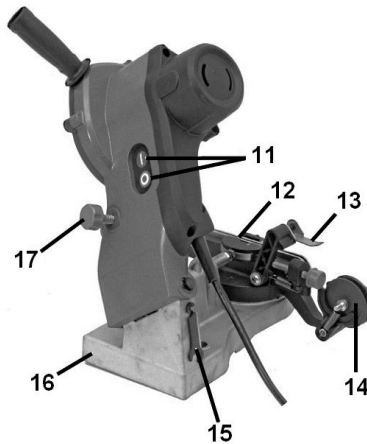

Рисунок 2
4.3.4 Встановіть необхідну глибину заточування за допомогою обмежувача глибини (17, рисунок 2).